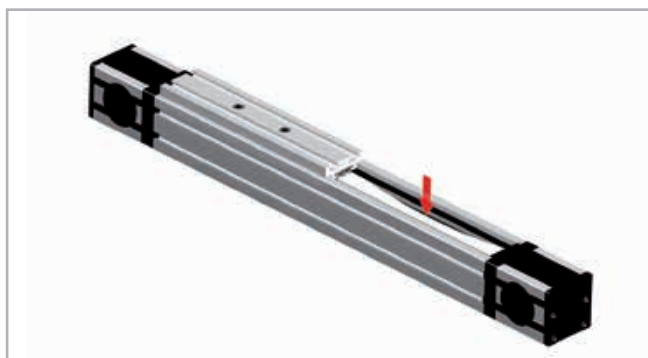

Рис. 64
2. Нажать на зубчатый ремень по направлению снаружи-вовнутрь, отжав его на половину ширины, соответственно настолько, чтобы стали видны внутренние направляющие (см. Рис. 64). Для этой цели может потребоваться предварительно снять натяжение ремня. См. раздел "Натяжение ремня" (стр. US-59).